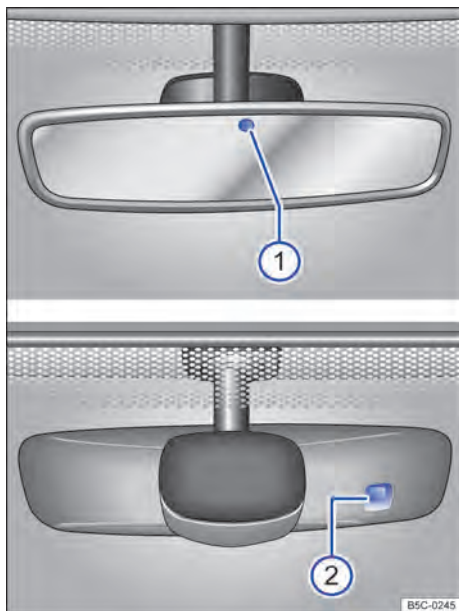

Fig. 74 No para-brisa: espelho retrovisor interno com antiofuscante automático.
As possíveis causas de avarias e interpretações errôneas na área da superfície sensível → Fig. 74 do sensor de chuva são, entre outras:
Quando a ignição é ligada, os sensores medem a incidência de luz. Existem 2 sensores no espelho retrovisor interno, um que mede a incidência de luz pela frente → Fig. 74 ① e outro que mede a incidência de luz por trás ②. Em função dos valores medidos, o espelho retrovisor interno é escurcido automaticamente.